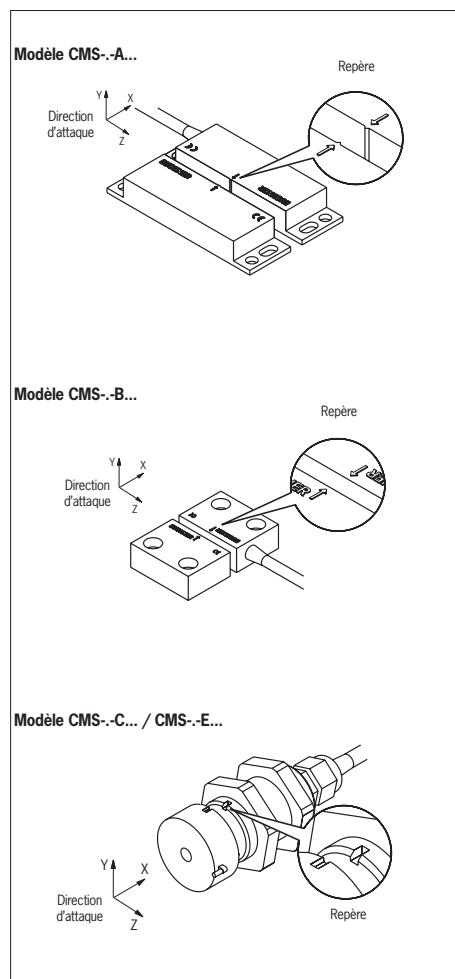

Fig. 1 : Alignement tête de lecture et actionneur
La position de montage de la tête de lecture et de l'actionneur est à définir selon votre choix. Respecter l'alignement de la tête de lecture par rapport à l'actionneur (voir fig. 1).
- ▶ les faces actives de la tête de lecture et de l'actionneur soient placées face à face et coïncident lorsque le protecteur est fermé (voir fig. 1)
- ▶ En cas de vitesse d'attaque faible entre la tête de lecture et l'actionneur et d'utilisation de l'analyseur CMS-E-BR, la direction d'attaque Z (voir fig. 1) doit être évitée.